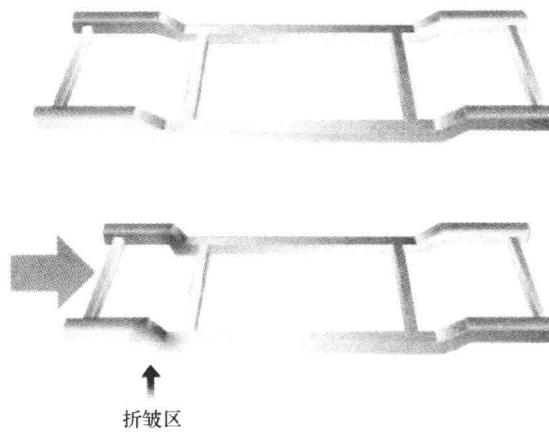

图 1-10 折叠损伤
3) 折叠损伤。当汽车车身部件(构件、覆盖件)被撞击变形后的长度小于该件的原始长度时,就称其为折叠损伤。折叠损伤基本上都发生在车辆的前部或后部,也就是车身的变形区域内,折叠损伤的特征是车门有可能配合良好,但在翼子板、发动机罩、车架纵梁、行李箱盖等部位会出现折皱或严重的扭曲变形。折叠损伤如图 1-10 所示。